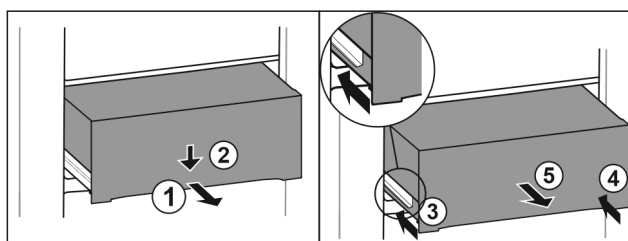

Fig. 175
- Schubfach halb herausziehen. Fig. 175 (1)
- Schubfach an der Vorderseite nach unten drücken. Fig. 175 (2)
- Linke Schiene etwa 2 cm einschieben. Fig. 175 (3)
- Rechte Schiene etwa 2 cm einschieben. Fig. 175 (4)
- Schubfach nach vorne entnehmen. Fig. 175 (5)